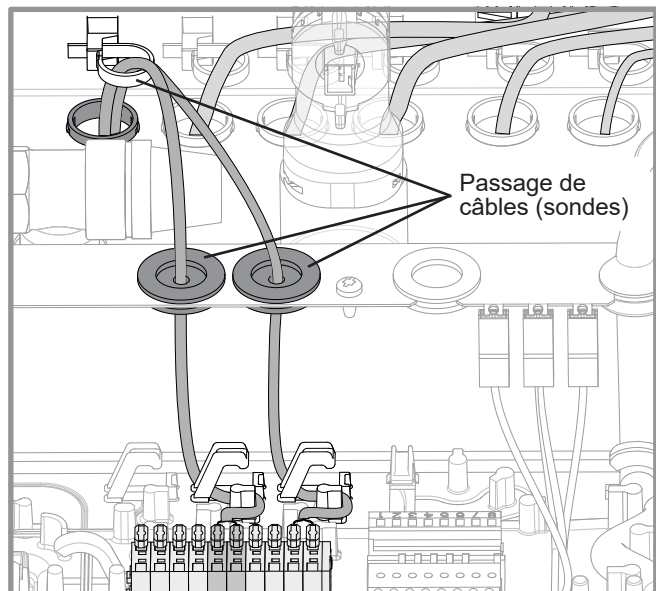

figure 33 - Passage de câbles TBTS
① Si la convention de comptage est : 0V pour chauffage et 230V pour ECS (applicable au pack PAC), raccorder l'appareil de comptage sur les bornes 18 (blanc) et 19 (gris) (figure 33).